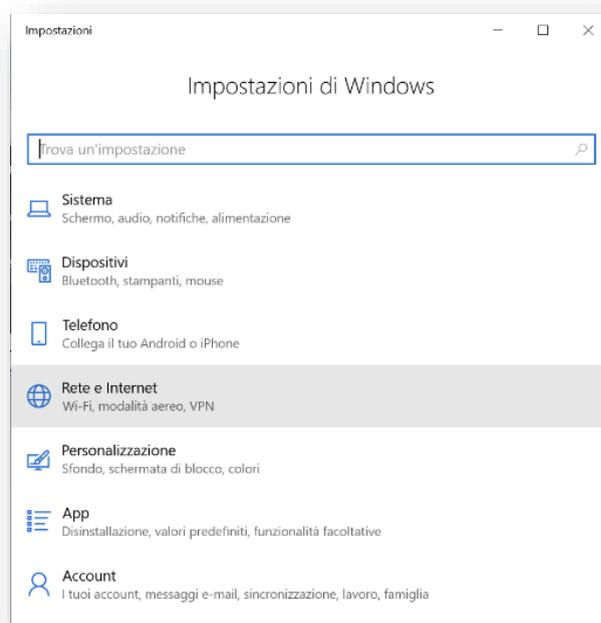

Fig. 9
3. Scegliere Rete e Internet (Fig.9)